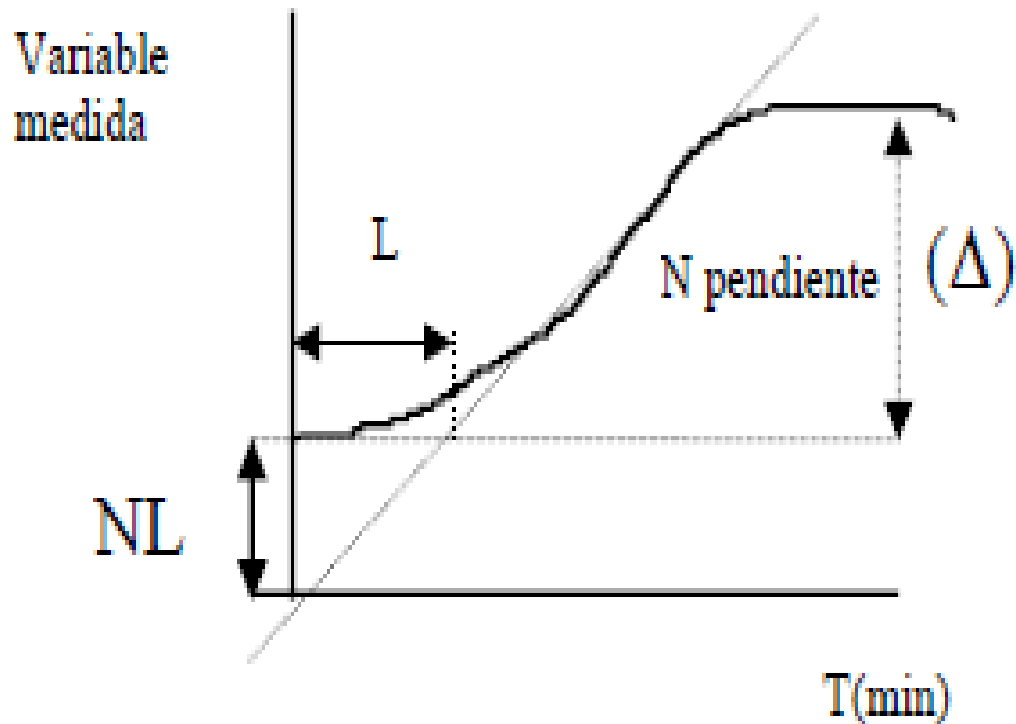

Figura 1.17: Curva de respuesta ante una entrada escalón
3. Se memoriza o graba la respuesta del sistema y se aplica la tabla 1.2. Para obtener las variables de la curva de respuesta se hace referencia a la figura 1.17.